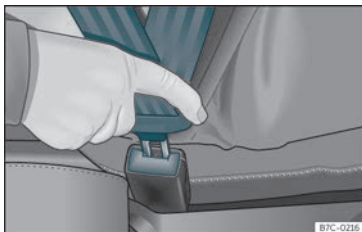

Fig. 9 Inserir la llengüeta del cinturó de seguretat en el seu tancament.
- Encasteu la llengüeta en el tancament del seient corresponent»» fig. 9.